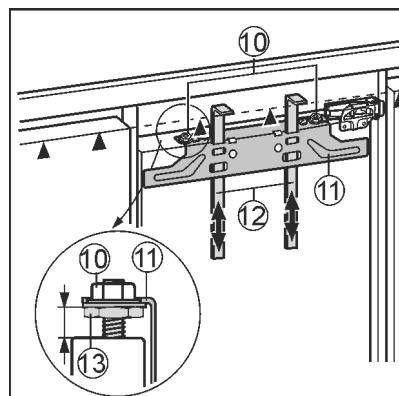

Fig. 17
- Desplace hacia arriba las ayudas de montaje Fig. 17 (12) a la altura de la puerta del mueble. Canto inferior de tope ▲ de la ayuda de montaje = canto superior de la puerta del mueble que se ha de montar.
- Desatornille el travesaño de fijación Fig. 17 (11) mediante las contratuerzas Fig. 17 (10).